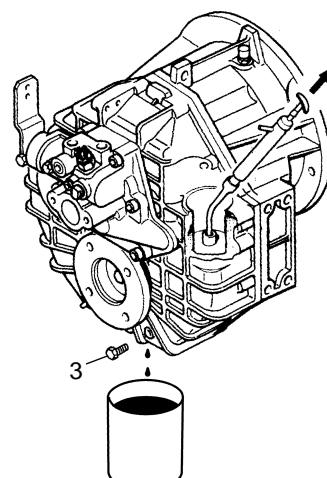

Fig. V-6a
- 2.2.2 **ZF 25 A, ZF 25, ZF 63 IV, ZF 80 A, ZF 80-1A, ZF 80 IV, ZF 80-1IV, ZF 85 A, ZF 85 IV:** Remove the plug (Fig. V-6a, item 3) and let the oil flow from the proper hole.
- 2.2.2 **ZF 25 A, ZF 25, ZF 63 IV, ZF 80 A, ZF 80-1A, ZF 80 IV, ZF 80-1IV, ZF 85 A, ZF 85 IV:** Rimuovere il tappo (fig. V-6a, pos. 3) e fare defluire l'olio dall'apposito foro.
- 2.2.2 **ZF 25 A, ZF 25, ZF 63 IV, ZF 80 A, ZF 80-1A, ZF 80 IV, ZF 80-1IV, ZF 85 A, ZF 85 IV:** Enlever le bouchon (figure V-6a, position 3), et laisser couler l'huile par le même trou.
Quitar la tapa (Fig. V-6a, pos. 3) y dejar fluir el aceite a través del orificio.
- Stikk slang til en vanlig sugepumpe (pos. 1, bilde V-6) gjennom utsugningsrøret (pos. 2, bilde V-6) ned til bunnen av huset, og pump ut oljen.
- 2.2.2 **ZF 25 A, ZF 25, ZF 63 IV, ZF 80 A, ZF 80-1A, ZF 80 IV, ZF 80-1IV, ZF 85 A, ZF 85 IV:** Skru ut pluggen (Fig. V-6a, pos. 3) og la oljen renne ut av hullet.
- 2.2.2 **ZF 25 A, ZF 25, ZF 63 IV, ZF 80 A, ZF 80-1A, ZF 80 IV, ZF 80-1IV, ZF 85 A, ZF 85 IV:** Entfernen Sie den Stöpsel (Pos.3, Bild V-6a) und lassen Sie das Öl aus der entsprechenden Öffnung abfließen.